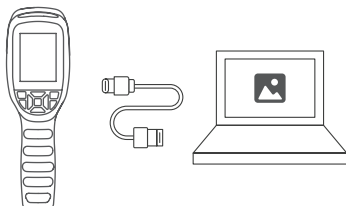

Figura 4.1.1
2. Collega il TC004 SE al tuo computer con il cavo USB in dotazione (vedi Figura 4.1.1).